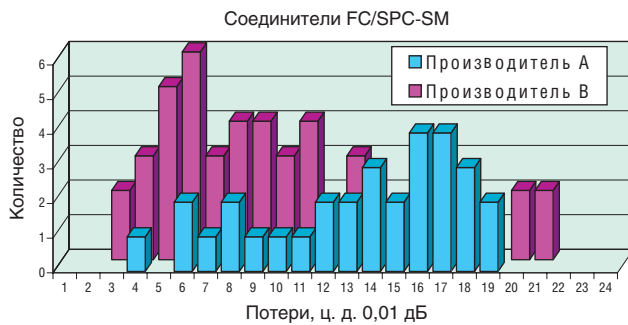

Рис. 5
**Качество коннекторов – что зависит от поставщиков?** (рис. 5).